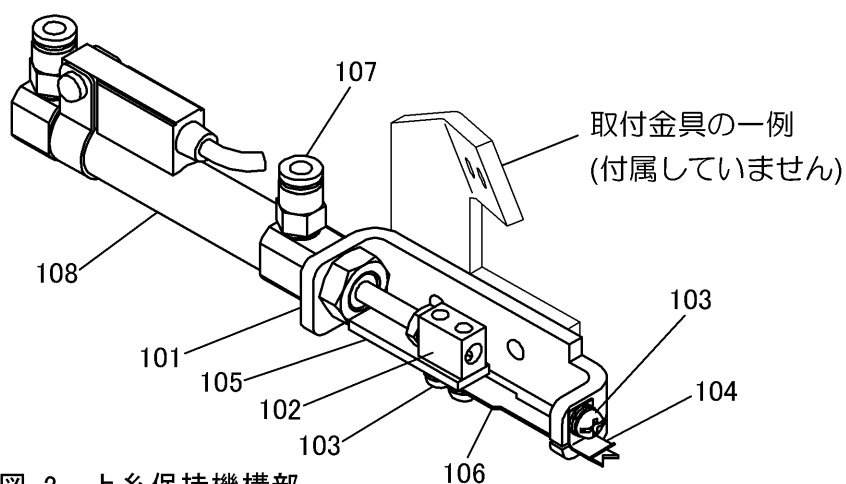

図 2 上糸保持機構部
(1) 上糸保持機構を取付ける金具(取付板)を製作します。(図2にその一例を示します)